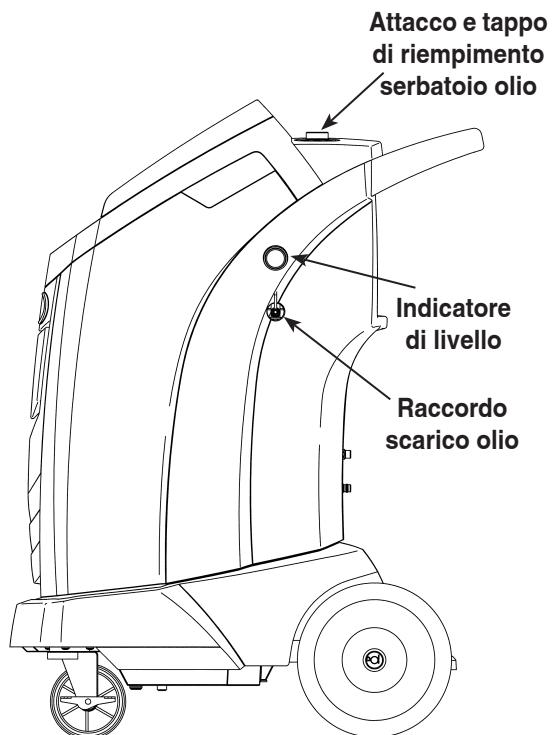

Figura 14
3. Aprire **LENTAMENTE** il tappo di riempimento del serbatoio dell'olio per verificare che la pressione nella stazione sia nulla, quindi togliere con cautela il tappo. Vedere la Figura 14.